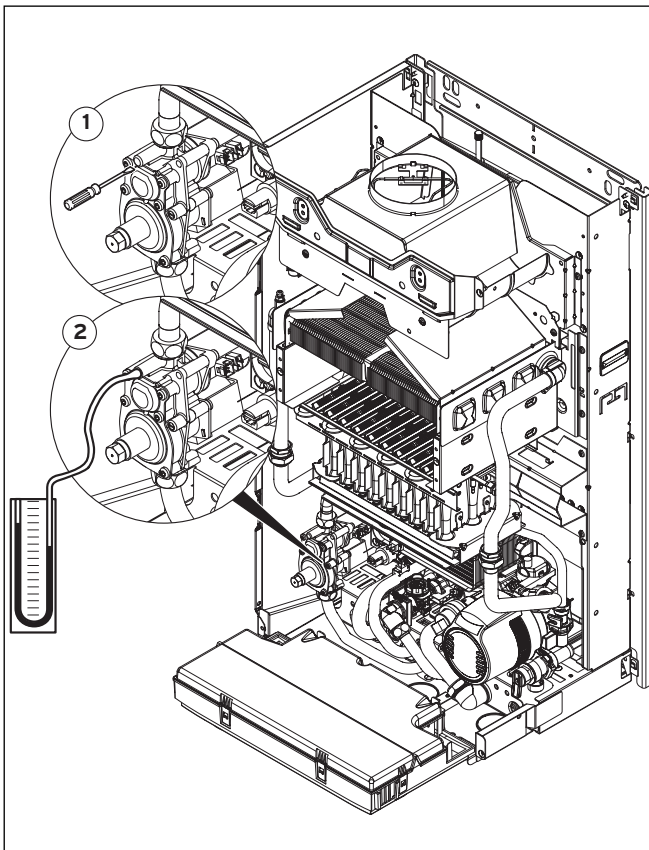

Abb. 6.5 Nennbelastung überprüfen
- Lösen Sie die Dichtungsschraube an der Gasarmatur (1 in Abbildung 6.5).
- Schließen Sie ein Digital-Manometer oder U-Rohr-Manometer an (2 in Abb. 6.5).
- Lösen Sie die Dichtungsschraube an der Gasarmatur (1 in Abb. 6.5).